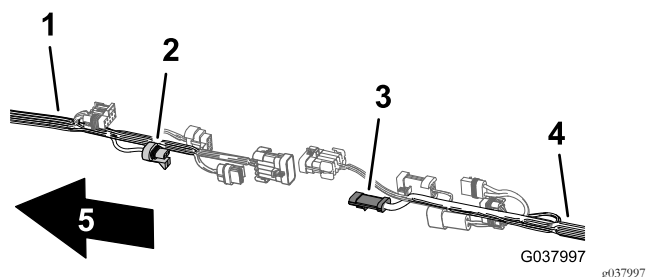

Figura 107
3. Collegate il connettore a 3 prese del cablaggio preassemblato anteriore per il flussometro al connettore a 3 pin del cablaggio preassemblato posteriore per il flussometro (Figura 107).